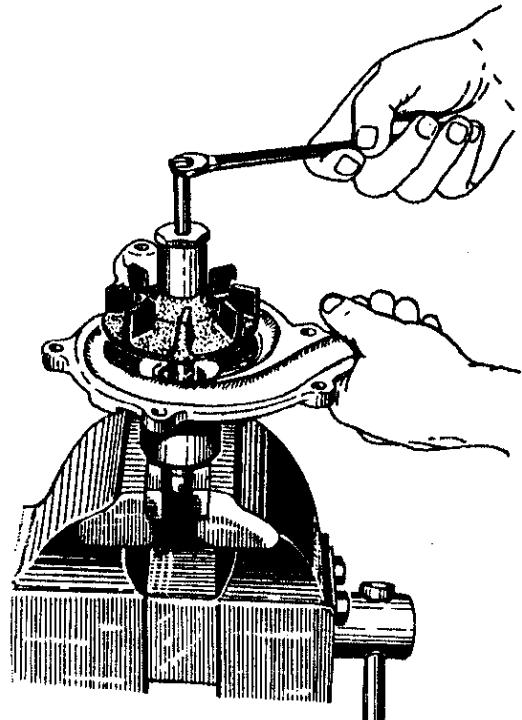

Рис.49. Снятие крыльчатки водяного насоса
3. Съемником спрессовать крыльчатку с вала водяного насоса (рис.49). Перед снятием крыльчатки, чтобы не повредить резьбу на валике водяного насоса, между торцом валика и болтом съемника необходимо поставить шайбу.